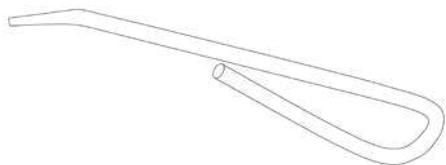
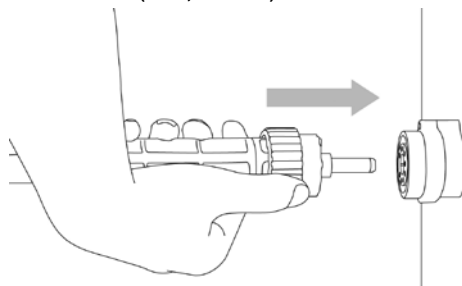

Рис. 8.3. Ключ.
Рис. 8.4. Установка разъёма.
3. Подключите кабельный разъём плазмотрона к разъёму аппарата на передней панели (См. рис. 8.4, 8.5). Используйте ключ, идущий в комплекте (См. рис. 8.3).